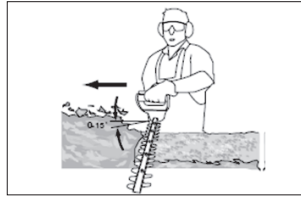

Fig.2
5. Dopo aver tagliato i lati, procedere verso l'alto. Cercare di mantenere il dispositivo di taglio inclinato di circa 15° rispetto alla superficie di taglio (Fig. 2).